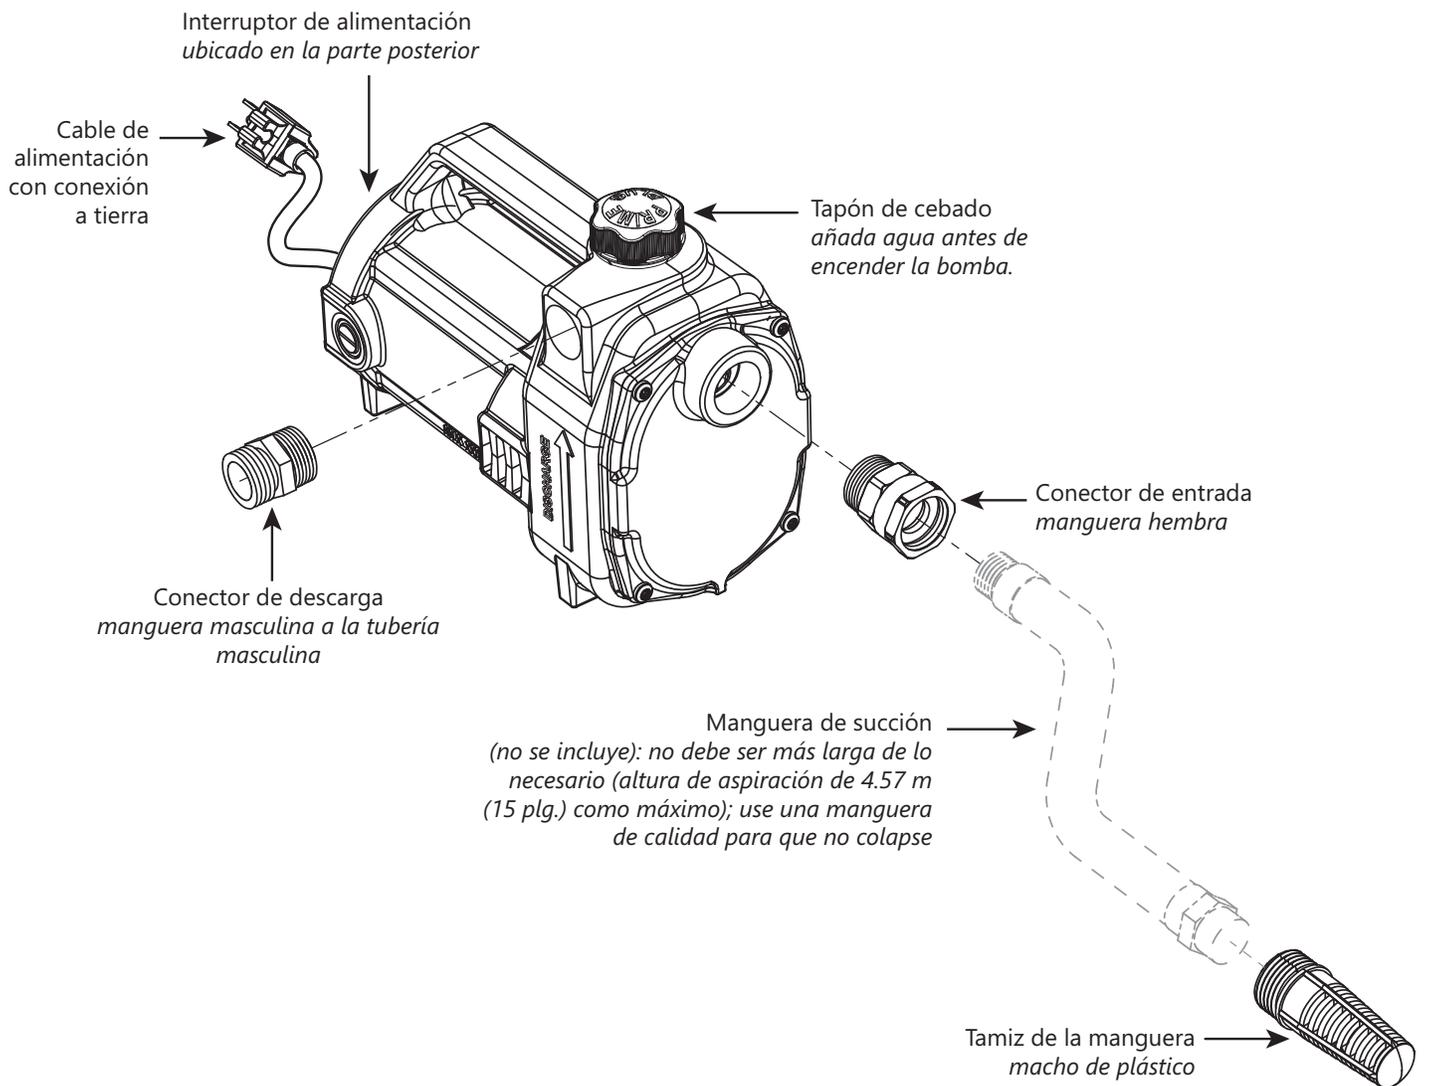

Figura 1. Transferir componentes de la bomba
**IMPORTANTE:** hay que cebear la bomba antes de ponerla en funcionamiento para evitar dañar la junta de eje rotatorio. Para hacerlo, retire el tapón de cebado (vea la Figura 1) y llene el depósito de agua (medio litro aproximadamente). Vuelva a poner el tapón (apriételo a mano).